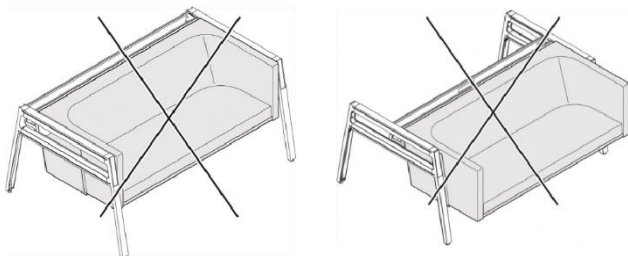

Рис. 20 Софа, недопустимый монтаж
- В основные конструктивные узлы (ножки и кабельный канал) вместо столешницы отдельного рабочего места (см. Рис. 20 слева).
- В основные конструктивные узлы (ножки и кабельный канал) вместо столешницы двойного рабочего места (см. Рис. 20 справа), если на противоположной стороне ничего не устанавливается.